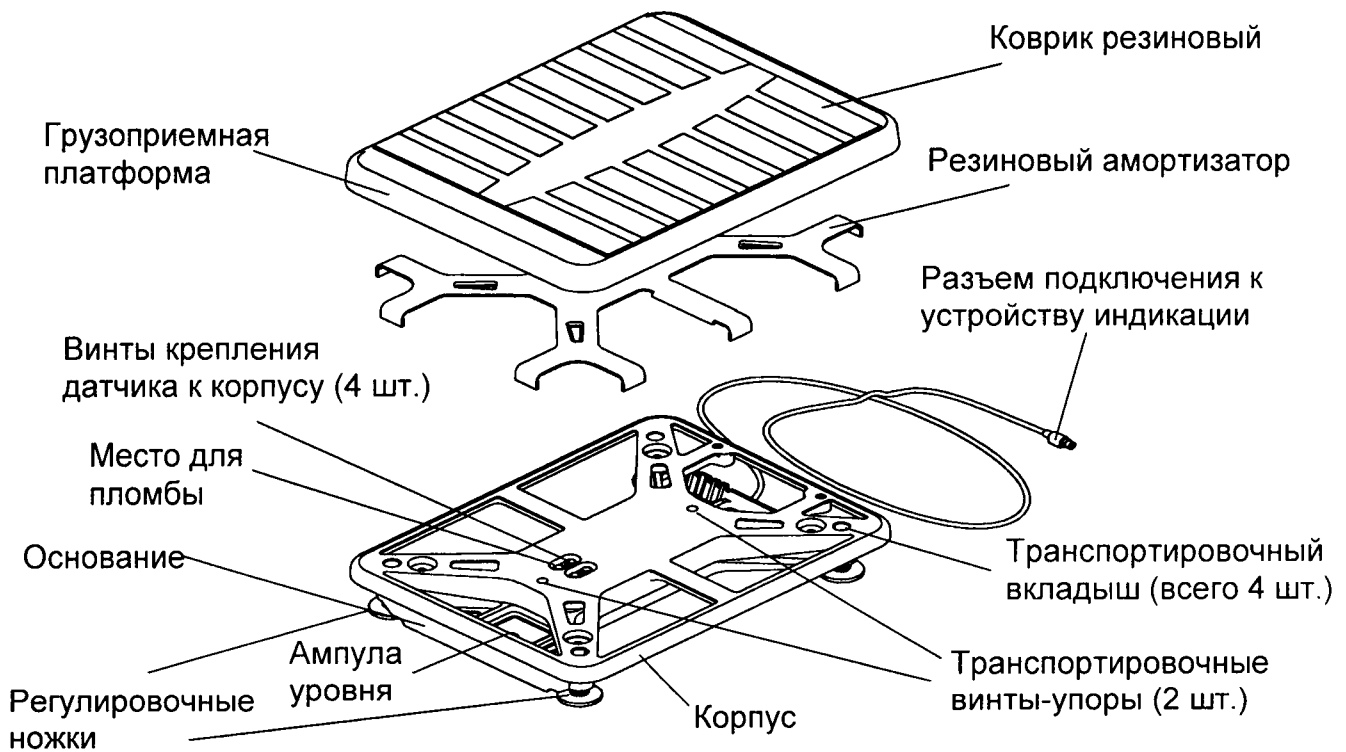

Рисунок 2 - Весовая платформа
В весовой платформе (рисунок 2) вывернуть два транспортировочных винта-упора, вращая их только против часовой стрелки.
- подсоединить разъем весовой платформы к устройству индикации (рисунок 2);